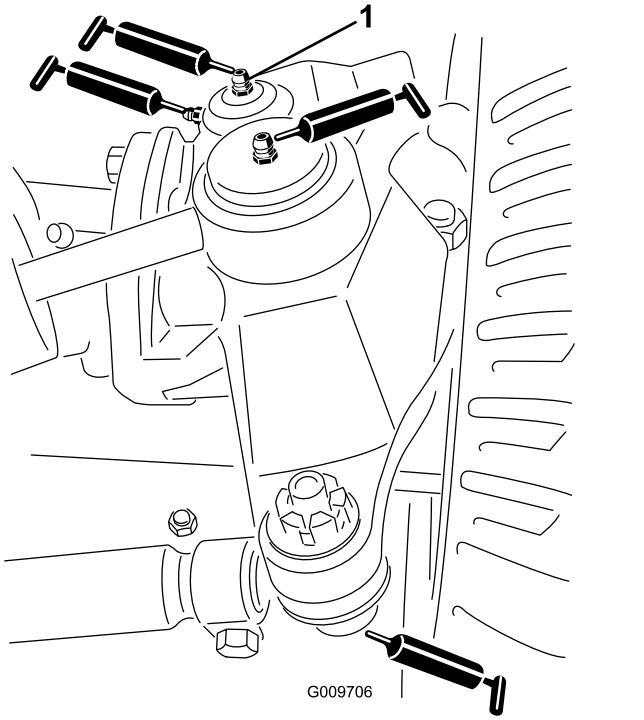

Figura 21
- Rótulas do cilindro de direção (2) (Figura 21)